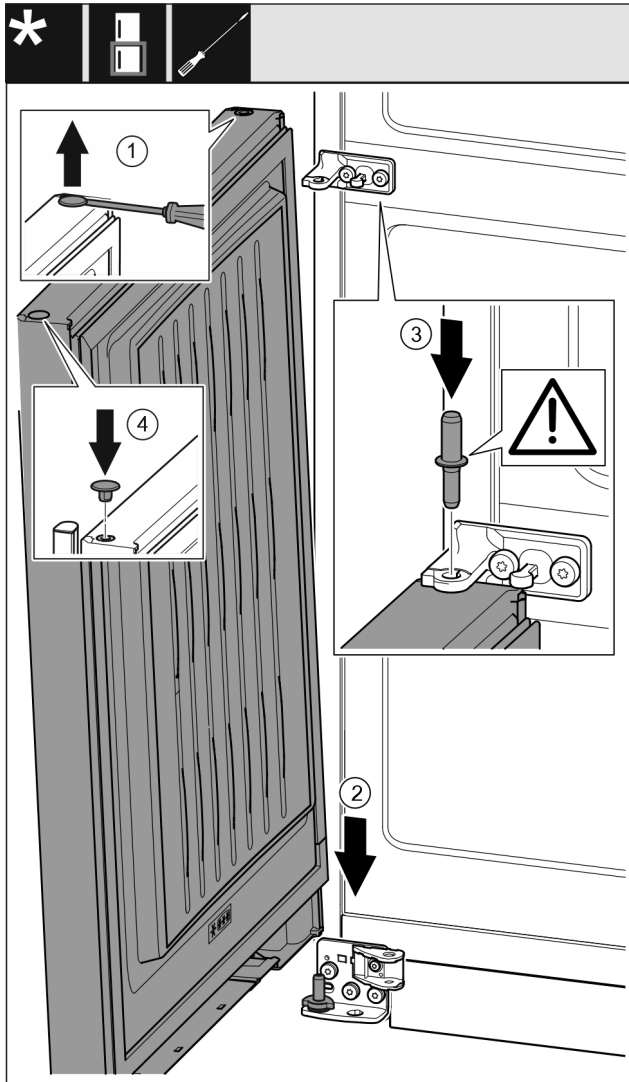

Fig. 42
- ▶ Stopfen Fig. 42 (1) vorsichtig mit einem Schlitzschraubendreher anheben und herausziehen.
- ▶ Tür Fig. 42 (2) von oben auf den unteren Lagerbolzen aufsetzen.
- ▶ Lagerbolzen Mitte Fig. 42 (3) durch Lagerbock Mitte in die untere Tür einsetzen. Dabei darauf achten, dass der Rastnocken nach hinten zeigt.
- ▶ Stopfen Fig. 42 (4) auf der anderen Türseite wieder einsetzen.